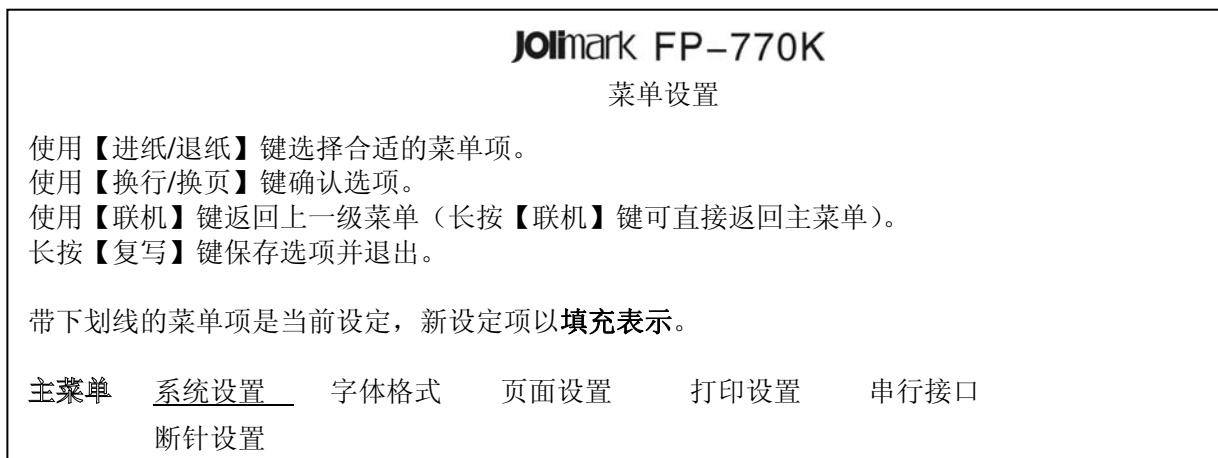

图4-4 进入菜单设置系统的打印示例
- 首先打印出标题和第一个菜单（如图4-4所示）。带下划线的选项是当前的默认选项。打印头就停留在当前默认选项下方。